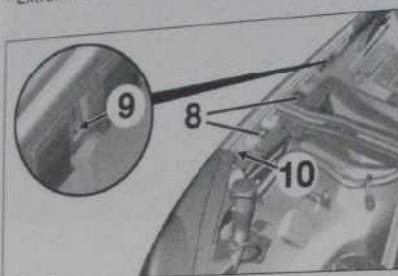

Fig. 164
• Déverrouiller les vis d'1/4 de tour en (8) (Fig. 164).
• À l'aide d'un petit tournevis plat, dégrafer en (9).
• Dégager simultanément l'aile avant vers le haut et l'indexage (10).